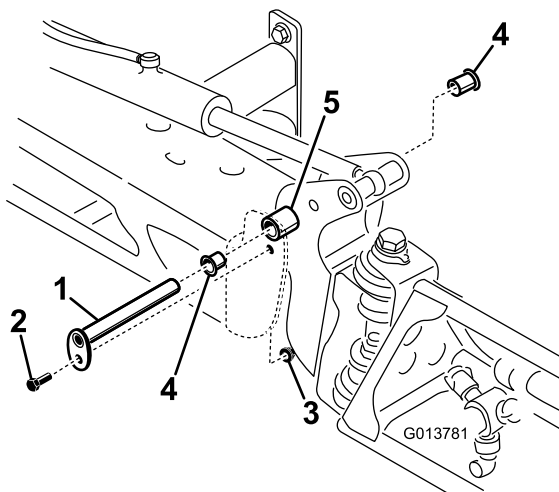

Figura 66
- Quando il peso della barra è supportato, togliete il bullone e il dado che fissano il perno di articolazione nel gruppo barra (Figura 66).
- Togliete il perno di articolazione (Figura 66).
- Togliete le boccole di nylon dal lato frontale e posteriore della staffa orientabile e controllatele (Figura 66).
- Montate la barra e la staffa orientabile nel telaio centrale, allineando i fori (Figura 66).